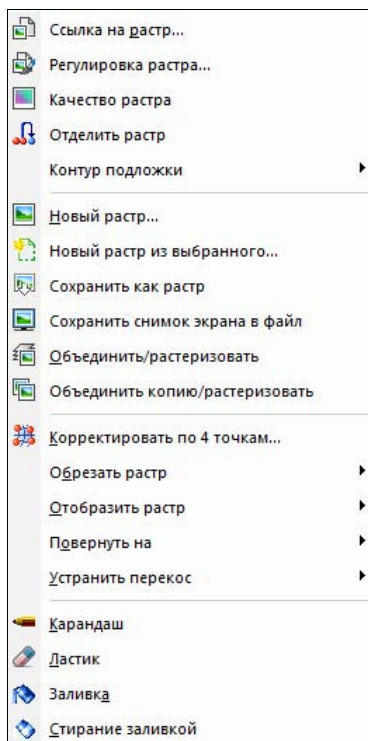
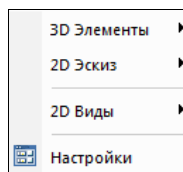
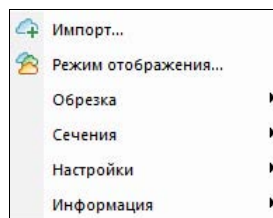

Рис. 2.2. Меню Растр
Рис. 2.3. Меню 3D
Рис. 2.4. Меню Облака точек
Наименования выпадающих меню (или падающих меню, если угодно) по большей части совпадают с названиями, используемыми в системе AutoCAD, но есть три меню с новыми именами: **Растр** (рис. 2.2), **3D** (рис. 2.3) и **Облака точек** (рис. 2.4).
Меню **3D** (см. рис. 2.3) содержит пункты, реализующие дополнительно лицензируемый компонент **3D-моделирование**. В нем собраны команды для работы с твердотельными объектами (*см. главу 11*).
Меню **Облака точек** (см. рис. 2.4) предназначено для работы с двумерными и трехмерными облаками точек. Это растровые изображения, полученные в результате лазер-
- ◆ **3D операции** — для работы с телами есть специальное выпадающее меню **3D** (см. рис. 2.3, а также главу 9); кроме того, в меню **Редактирование** есть пункты **3D Массив** и **Выравнивание**;
- ◆ **Редактирование облака точек** — вместо этого подменю в nanoCAD есть специальное выпадающее меню **Облако точек** (см. рис. 2.4) с большими возможностями (см. главу 10);